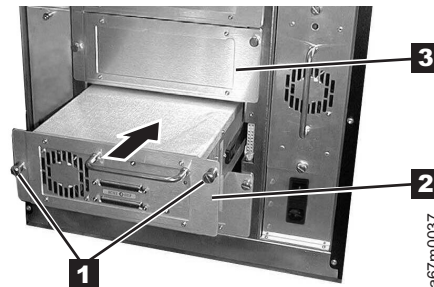

Abbildung 27. Laufwerkschlitten installieren
3. Suchen Sie an der Rückseite des Kassettenarchivs den Laufwerkschacht, in den der Laufwerkschlitten installiert werden soll. Lösen Sie die beiden Sicherungsrändelschrauben an der Abdeckplatte (siehe **3** in Abb. 27) und entfernen Sie die Abdeckplatte. Bewahren Sie die Abdeckplatte auf, da sie bei zukünftigen Laufwerkwartungen möglicherweise benötigt wird.